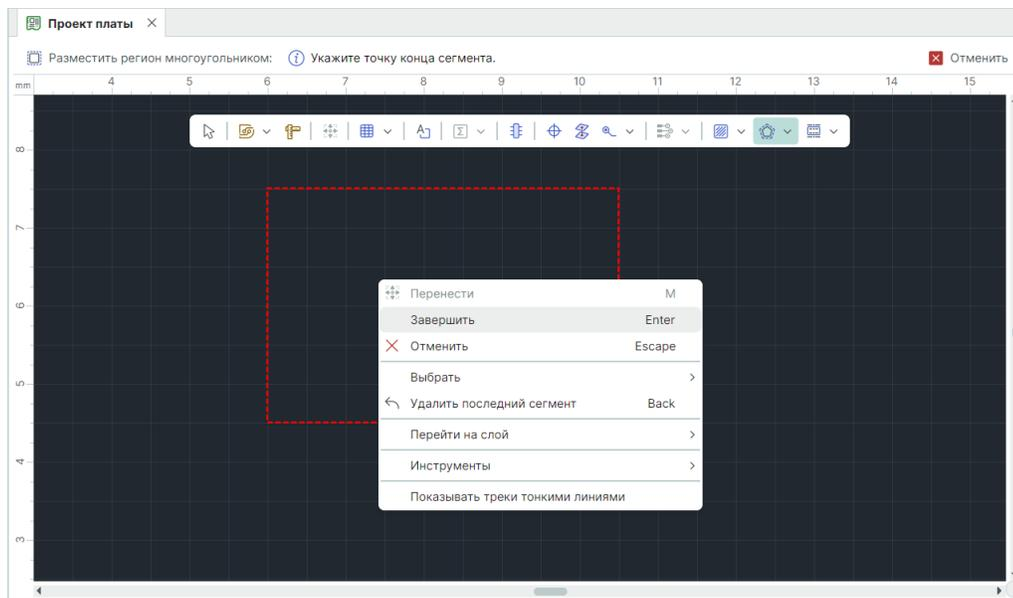

Рис. 184 Завершение формирования границы региона на плате
3. Для завершения построения границы региона нажмите клавишу «Ввод» («Enter») или выберите в контекстном меню пункт «Завершить», см. Рис. 184.